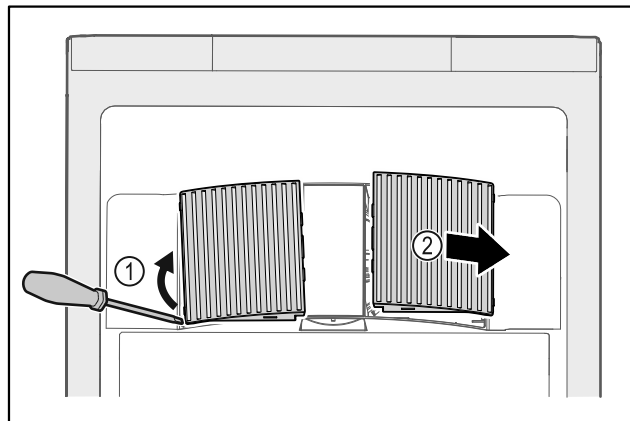

Fig. 34
► Z boku opatrně vytáhněte ventilátorové kryty Fig. 34 (1) a sejměte je směrem dopředu Fig. 34 (2).